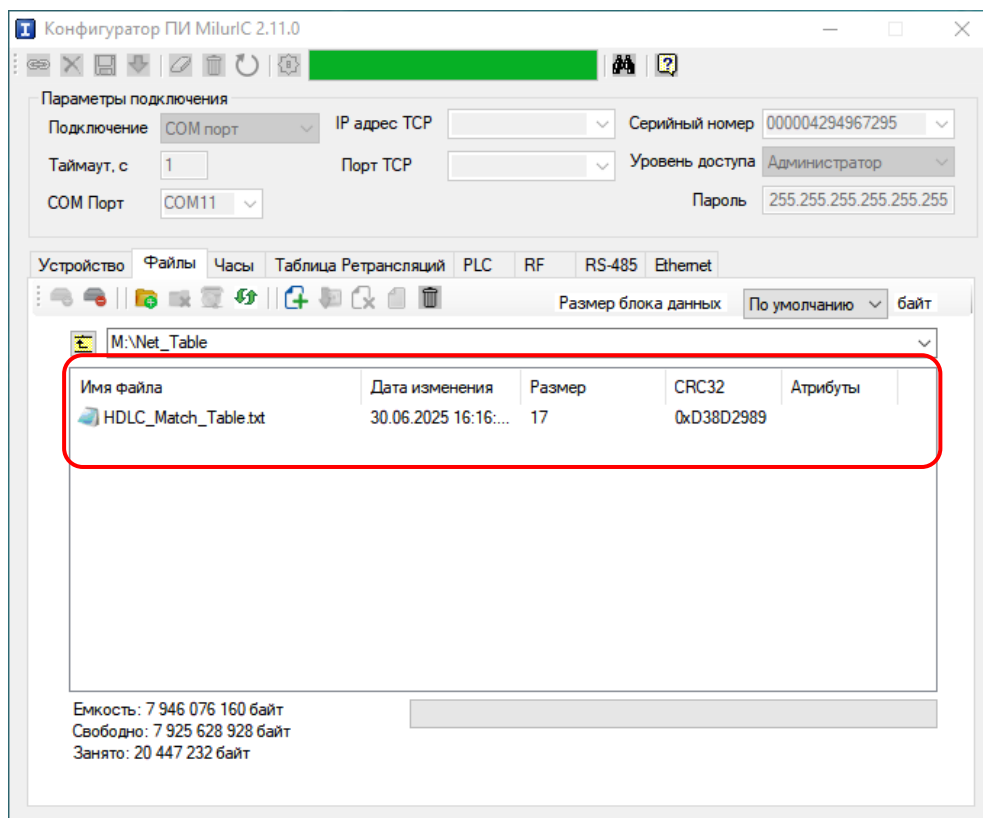

Рисунок 23
- зайти в папку  «Net_Table» (рисунок 23);